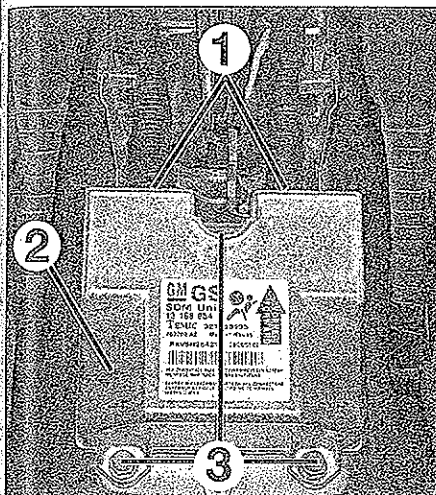

FIG. 17
- Desconectar los 2 conectores (1) del calculador (2) (fig. 17).
- Desmontar los tres tornillos de fijación (3) del calculador.